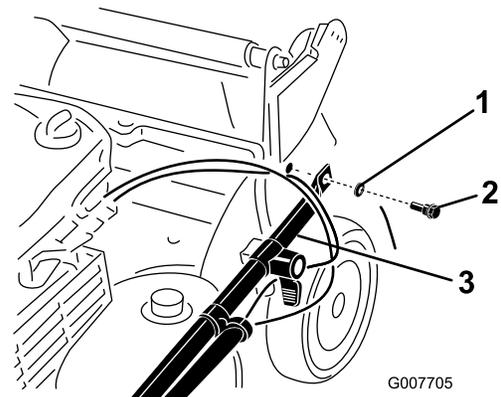

Рисунок 3
2. Присоедините торцевые части рукоятки к газонокосилке, установив две шайбы и два болта рукоятки (Рисунок 3), но не затягивайте эти болты.
Внимание: Проведите кабели к наружной части рукоятки (Рисунок 3).